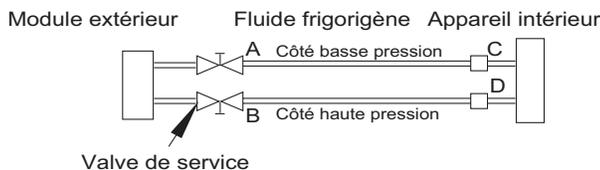

Fig. 17 – Valve de service
1. Serrez complètement les écrous évasés A, B, C et D, branchez le flexible de l'ensemble de manomètres à un orifice de charge de la valve de service côté basse pression (voir figure 17).